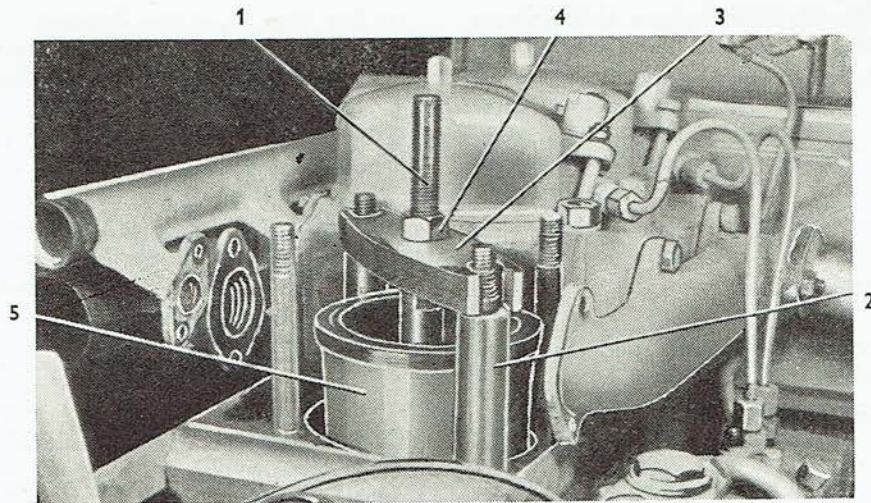

Abb. 76
1. Die Kurbelwelle ist so zu drehen, damit man auf die unteren Ränder der Laufbuchse einen Abstützring aufsetzen kann, in den der Bolzen einer Spezialvorrichtung eingeschoben wird (Abb. 76/1). Der Abstützring ist mit einer Mutter M 16 zu sichern.
2. Auf zwei Zylinderkopfschrauben sind zwei Stützrohre (Abb. 76/2) aufzuschieben und auf diese ein Flansch (Abb. 76/3), durch dessen Mitte der Bolzen des unteren Abstützringes durchgeht. Der obere Teil des Bolzens besitzt ein Gewinde für die Mutter M 14. Durch Anziehen dieser Mutter (Abb. 76/4) ist die Laufbuchse (Abb. 76/5) aus dem Motor-Kurbelgehäuse herauszudrücken.